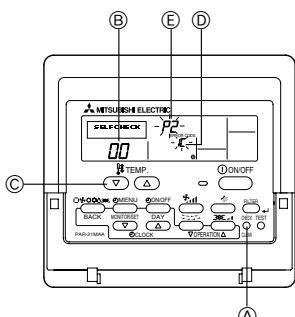

Fig. 7-2
7.3. Αυτόματος έλεγχος (Fig. 7-2)
- ① Τροφοδοτήστε με ρεύμα τη μονάδα.
- ② Πατήστε δύο φορές το κουμπί [CHECK] (ΕΛΕΓΧΟΣ).
- ③ Ορίστε τη διεύθυνση ψυκτικού με το κουμπί [TEMP.] εάν χρησιμοποιείται έλεγχος συστήματος.
- ④ Πατήστε το κουμπί [ON/OFF] για να σταματήσει ο αυτόματος έλεγχος.